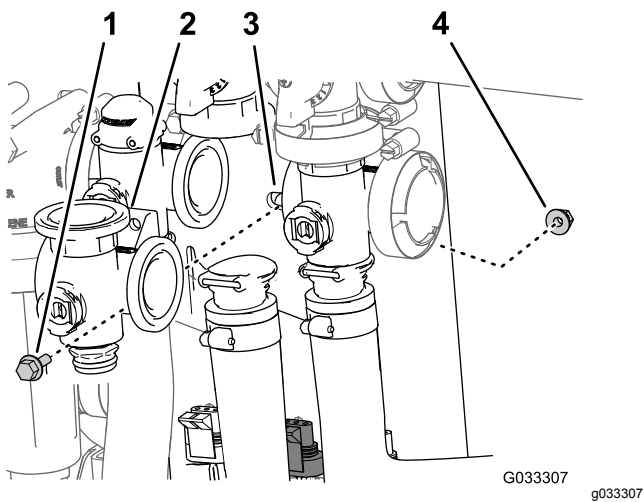

**Figura 69**
1. Retire las abrazaderas y las juntas que sujetan el distribuidor de la válvula de agitación (Figura 69) a la válvula de desvío de agitación, la válvula de control de caudal, la válvula maestra y el acoplamiento del adaptador (válvula de control de agitación).
2. Retire la horquilla de retención que sujeta el conector de salida al distribuidor de la válvula de agitación (Figura 69).